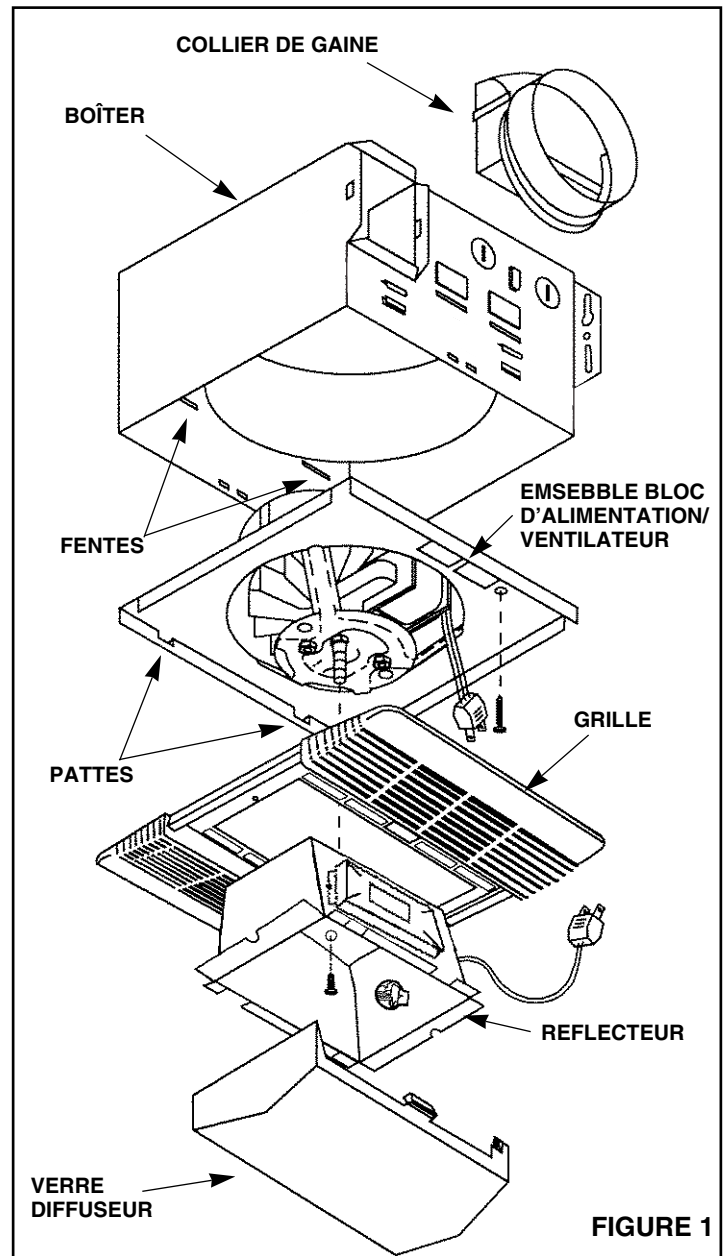

FIGURE 1
2. **Voyez la Figure 1.** Retirez l'ensemble bloc d'alimentation/soufflante du boîtier. Retirez la vis retirez les pattes de l'ensemble bloc d'alimentation des fentes du boîtier. Mettez le bloc de côté jusqu'à ce que vous en ayez besoin.
1. **Voir la Figure 1.** Faites passer le collier de gaine sur les brides à l'orifice d'évacuation du ventilateur. Fixez le collier en emboîtant les pattes dans les fentes des brides.
3. Alignez l'ensemble grille-réflecteur avec l'encastrement, puis insérez la fiche du luminaire dans la prise de la boîte de jonction (consultez la Figure 1 pour connaître l'orientation appropriée).